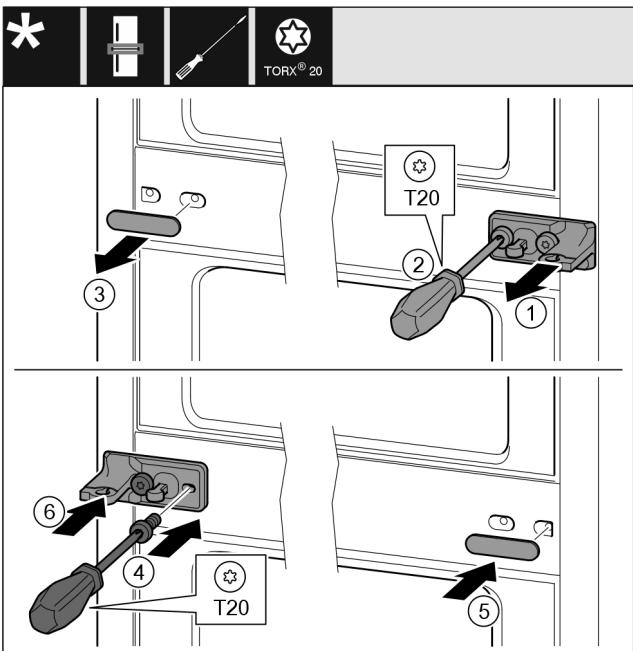

Fig. 33
- ▶ 拆下垫片。Fig. 33 (1)
- ▶ 用 T20 螺丝刀将螺钉旋出。Fig. 33 (2)
- ▶ 小心拆下盖板。Fig. 33 (3)
- ▶ 将带薄膜的托架旋转 180° 至另一侧拧紧。Fig. 33 (4)
- ▶ 将盖板旋转 180° 至另一侧装上。Fig. 33 (5)
- ▶ 从前面推入垫片。Fig. 33 (6)